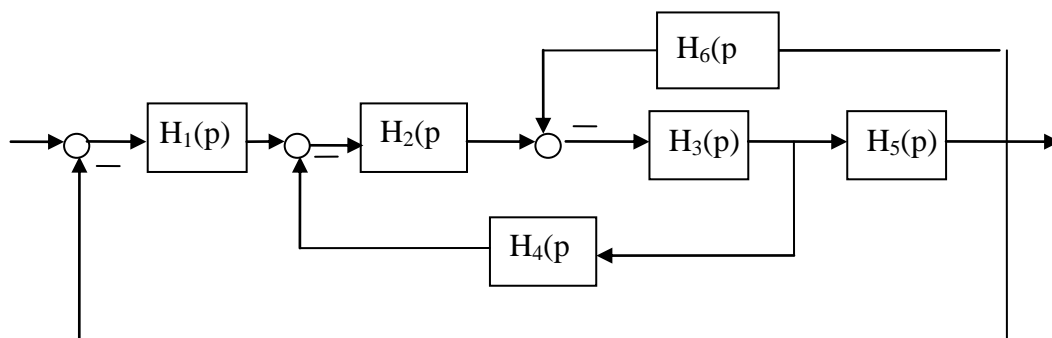

Рис. 1, где $H_1(p)=k_1/(T_1p+1)$, $H_2(p)=k_2/(T_2p+1)$, $H_3(p)=k_3/p$, $H_4(p)=k_4$, $H_5(p)=k_5$, $H_6(p)=k_6 \cdot p$.
1. Выполнить структурное преобразование линейной системы (привести её к эквивалентной одноконтурной), которая приведена на рис. 1. Написать выражение для передаточной функции разомкнутой системы.
2. Для системы приведённой на рис.1 вычислить квадратичную интегральную оценку для переходной составляющей ошибки управления при единичном изменении эталона. При вычислении интеграла